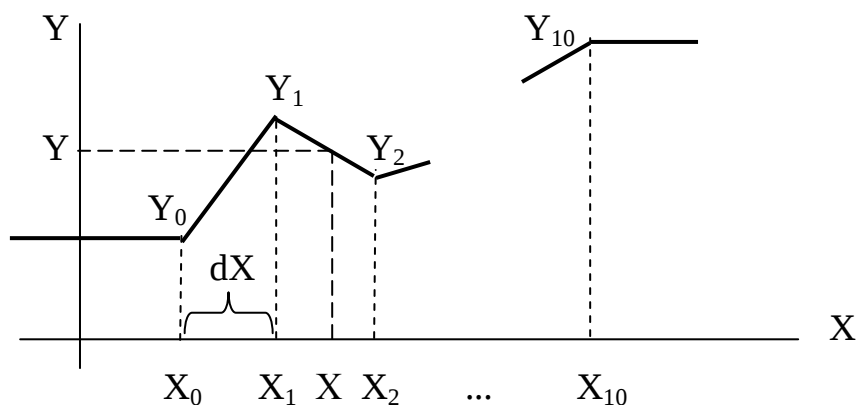

Рисунок 2.4 – кусочно-линейная аппроксимация
2.3.7.14 Задача на основе алгоритма 028Е «кусочно-линейная аппроксимация» позволяет вычислить значение функции $Y=f(X)$ методом кусочно-линейной аппроксимации с постоянным шагом dX в диапазоне значений аргумента от X_0 до $X_{\max}$ (см. рисунок 2.4). Значения X_0 , dX и используемое количество интервалов аппроксимации N (от 1 до 100) задаются при настройке. Также при настройке задаются значения функции в узловых точках $Y_0, Y_1, \dots, Y_N$. При $N < 100$ значения параметров $Y_{N+1}, \dots, Y_{100}$ безразличны.